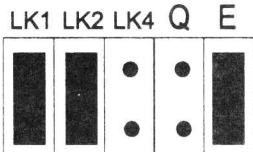

fig.9
2. Montare il ponticello "E" come illustrato in Fig. 9.